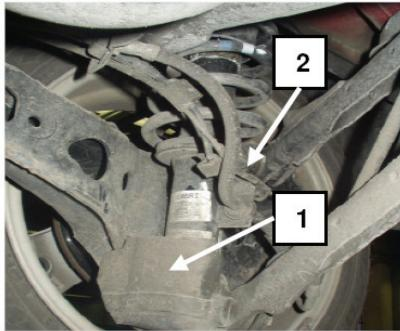

Fig. 7:
- Gummiabdeckung (Fig. 7/1) über unterer Stoßdämpferbefestigung entfernen.
- Kabel und Bremschlauch aus Halterung am Federbein aus-hängen (Fig. 7/2).
- Remove rubber cover (Fig 7/1) above the lower shock absorber attachment.
- Remove wire and brake hose from suspension strut bracket. (Fig. 7/2)
- Enlever le revêtement caoutchouc (Fig. 7/1) au-dessus de la fixation inférieure de l'amortisseur.
- Décrocher le câble et le flexible de frein du support à la jambe de force (Fig. 7/2).
- Desmontar las ruedas. Retirar el revestimiento de goma (Fig. 7/1) por encima de la sujeción inferior del amortiguador.
- Desenganchar el cable y el tubo del freno del soporte en la columna de suspensión (Fig. 7/2).